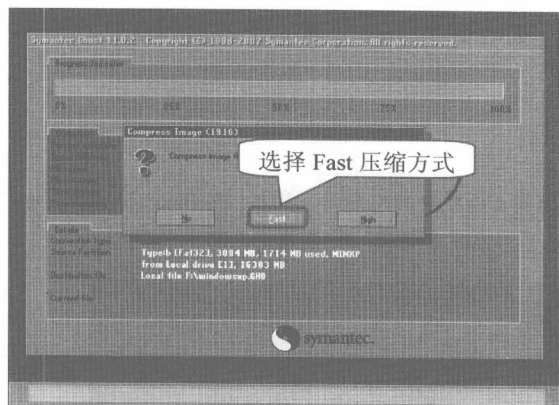

图 10-17 选择压缩方式
步骤⑦ 单击 Save 按钮, 弹出如图 10-17 所示的对话框, 提示用户选择压缩方式, 在这里选择 Fast 压缩方式。